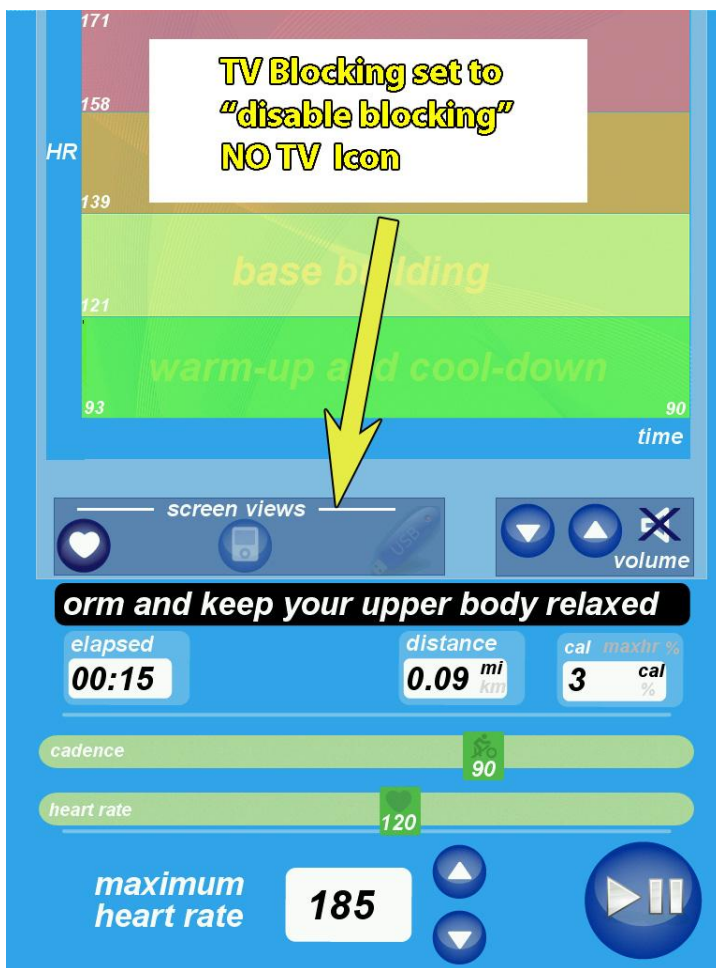

Fig. 9
- 1) **Symptom:** No TV icon when in TV mode (Fig. 9).